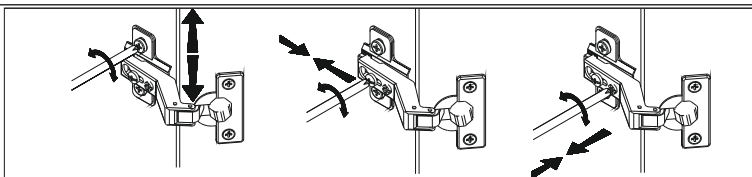

Рис. 5
5.10 Навесить двери на корпус шкафа, соединив между собой петли **пл45** и направляющие петель **а3** (рис.4). Отрегулировать положение дверей при помощи винтов (рис.5).